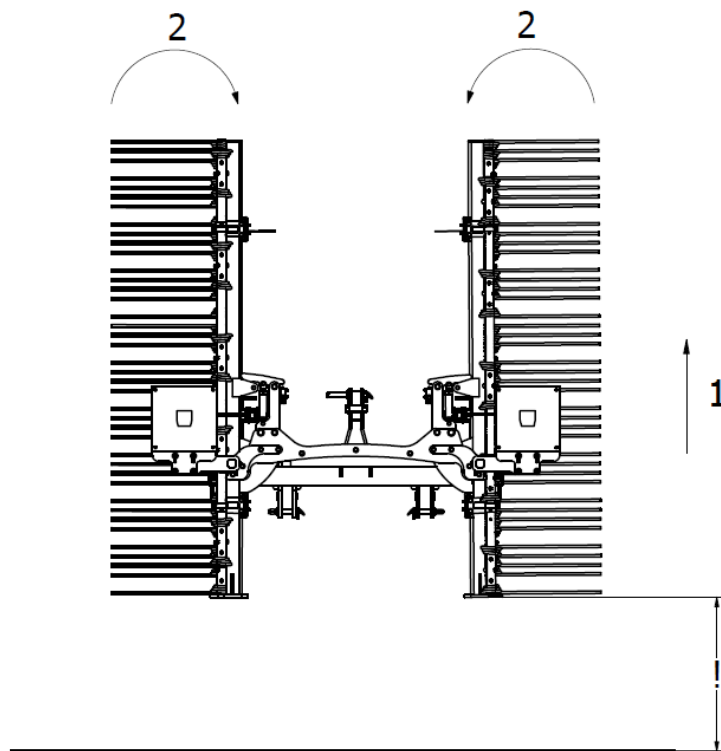

Fig. 10 Étapes du dépliage de la machine : 1 - machine levée au maximum, 2 - bras latéraux repliés en position « fermée ».
1. Commencer par lever la machine au maximum pour s'assurer que les bras pliables ne frappent le sol lors de l'opération (fig. 10).
2. Ensuite, replier les bras latéraux à la position « fermée » (pliée) à l'aide d'un système de verrouillage hydraulique afin de s'assurer que le verrouillage se déverrouillera et permettra ensuite de déplier les bras latéraux. Cette action est indispensable pendant chaque dépliage (« ouverture ») des bras de la machine (fig. 10).